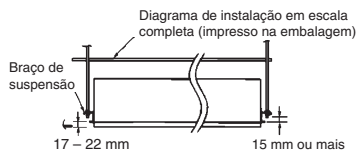
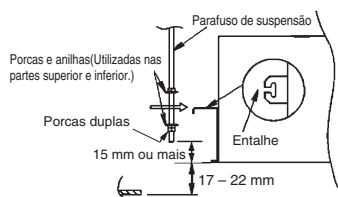

Fig. 3-6
Fig. 3-7
- (1) As medições da abertura do tecto e as posições dos parafusos de suspensão devem ser como mostrado na Fig. 3-1. O comprimento dos parafusos de suspensão deve se estender um mínimo de 15 mm além da parte inferior do suporte de suspensão da unidade. Consulte a Fig. 3-6.
- O comprimento dos parafusos de suspensão deve ser tal que fique uma folga de pelo menos 15 mm debaixo da parte inferior do suporte, como mostrado na Fig. 3-7. Se os parafusos de suspensão forem muito longos, eles tocarão o painel de tecto e a tampa do motor da persiana, impossibilitando a instalação.
- (3) Enrosque as 3 porcas hexagonais e 2 anilhas (fornecimento de campo) em cada um dos 4 parafusos de suspensão como mostrado na Fig. 3-7. Utilize 1 porca e 1 anilha para o lado superior, e 2 porcas e 1 anilha para o lado inferior, de modo que a unidade não caia das orelhas de suspensão.
- (4) A unidade interior deverá ser suspensa pelos parafusos de suspensão (Fig. 3-7) para que a distância entre a parte inferior da orelha da suspensão e a superfície inferior do tecto seja de 17 a 22 mm. (Fig. 3-6) A folga entre a unidade interior e a superfície inferior do tecto é ajustável depois que o painel de tecto for fixado na unidade.